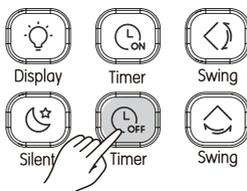

Рисунок 3.18
- Нажмите  (см. Рис. 3.18), на пульте ДУ отобразится «Время выключения» [Timer Off], а в поле таймера появится «0.0H». Установите время выключения по таймеру;